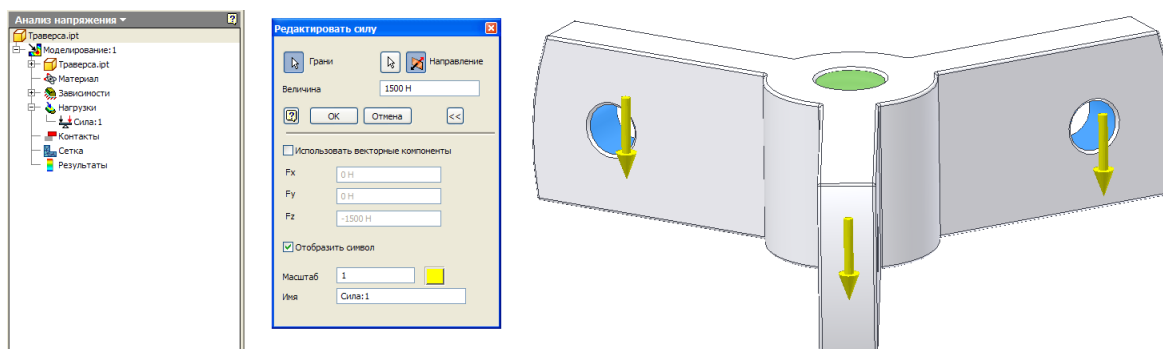

Рис. 7. Задание нагрузок
9. Задайте внешнюю нагрузку на траверсу со стороны захватов. Сила передается с каждого захвата через тело болта на цилиндрическую поверхность отверстий в плечах траверсы. Предполагаем, что силы равны и действуют в направлении параллельном оси центрального отверстия (рис. 7). Выберите цилиндрические поверхности отверстий в плечах траверсы для размещения сил, задайте направление действия сил вдоль оси центрального отверстия и значение сил (в диапазоне от 1500 Н до 3000 Н выбрать самостоятельно). Далее предполагается, что выбраны силы величиной 1500 Н.